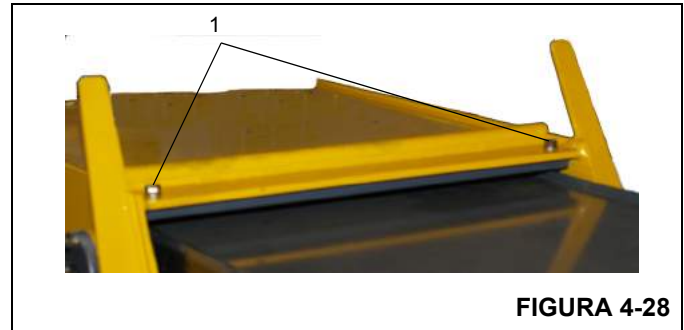

FIGURA 4-28
8. Na parte frontal superior da seção intermediária externa, remova os dois parafusos (Figura 4-28, 1) que prendem a placa de recuo. Remova a placa de recuo.